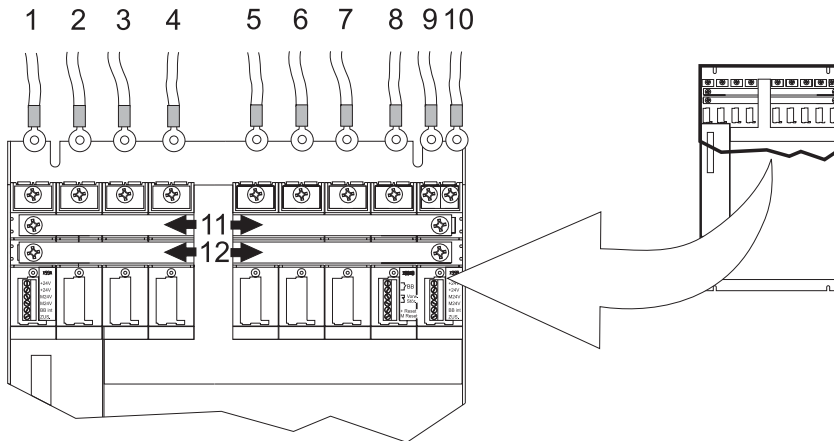

Abbildung 14: Leistungsanschlüsse BUM 62 S/A/F
1) Position, siehe ►Abbildung 14◄ auf Seite 47
1) Position, siehe >Abbildung 14< auf Seite 47